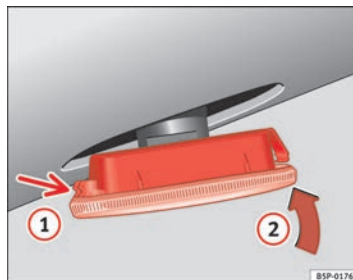

Abb. 146 Seitliche Blinker
- Den Blinker durch Einrasten der Halterungen ① ⇒ Seite 228, Abb. 146 zuerst in die Aufnahme in der Karosserie und anschließend den Blinker in Richtung von Pfeil ② ⇒ Seite 228, Abb. 146 einsetzen. ■